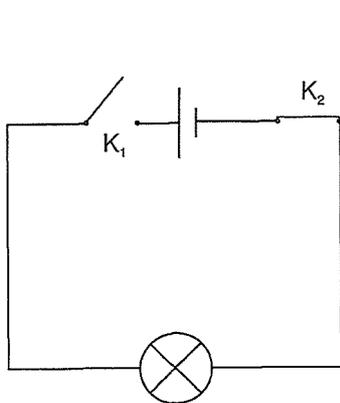

Figure 14.1
4.1. Réaliser le montage de la figure 14.1, K_1 étant ouvert et K_2 fermé.